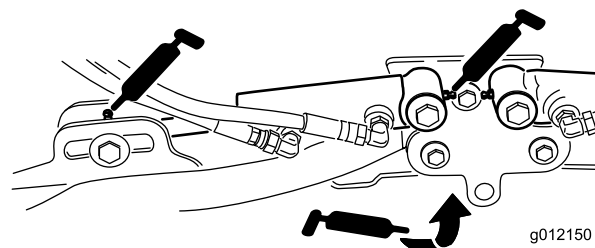

図 42
- 昇降アームのシリンダ各カッティングユニットの2ヶ所 図 42
- 昇降アームのピボット各アームに1ヶ所 図 42